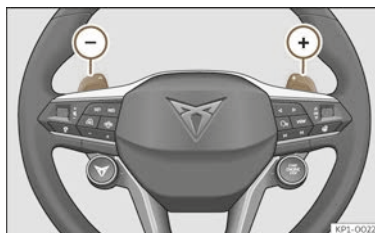

Abb. 120 Lenkrad: die Hebel für Automatikgetriebe.
- Tippen Sie die Schaltwippe (+), um einen Gang hochzuschalten >>> (Abb. 120).